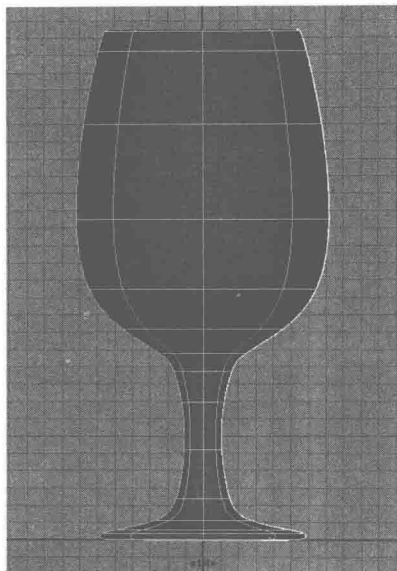

图 1-14
11) 按<5>键后实体显示模型，效果如图 1-14 所示。